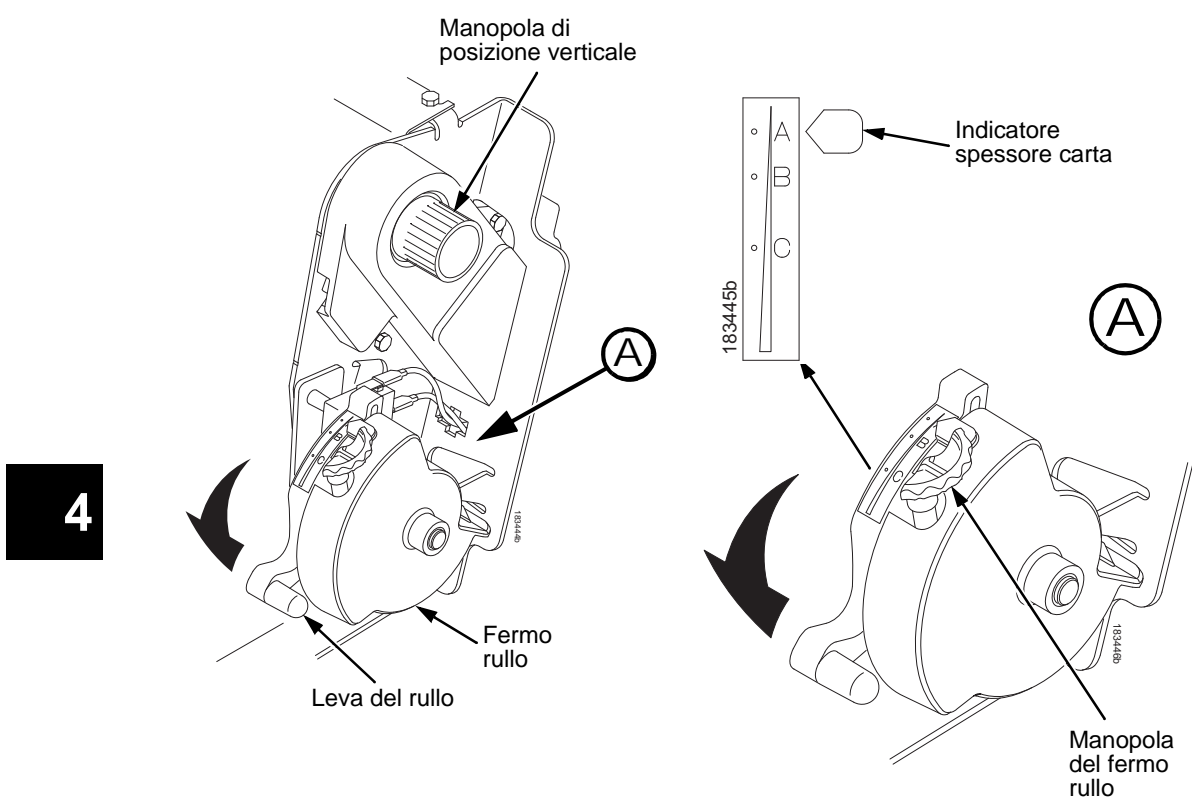

Figura 64. Regolazione della leva del rullo
9. Girare la manopola del fermo rullo in senso orario o antiorario in base allo spessore della carta (la scala A-B-C corrisponde più o meno ai valori di spessore 1, 3 e 6). Vedere Figura 64.